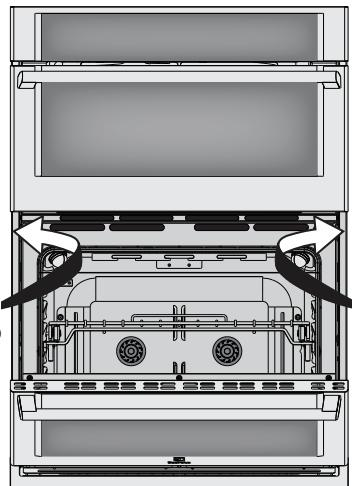

Figure 7: Ubicaciones de los tornillos antivuelco
A. Los agujeros de instalación en las molduras laterales pueden utilizarse como plantilla para ubicar los agujeros de los tornillos de montaje del electrodoméstico (vea la Figure 7).